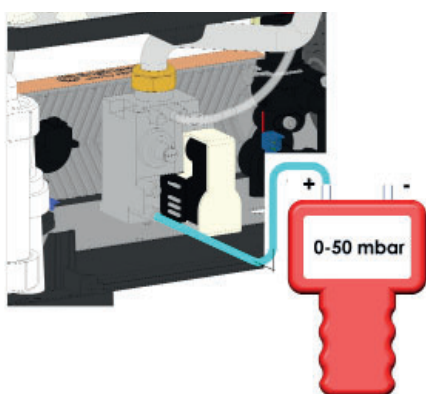

Fig. 33
- Allentare la vite di serraggio a tenuta della presa di pressione a monte del regolatore e collegare ad essa tramite tubetto in silicone la presa + di un micromanometro differenziale con campo di lavoro idoneo (almeno 0- 50 mbar), lasciando libera l'eventuale seconda presa - (fig. 33).